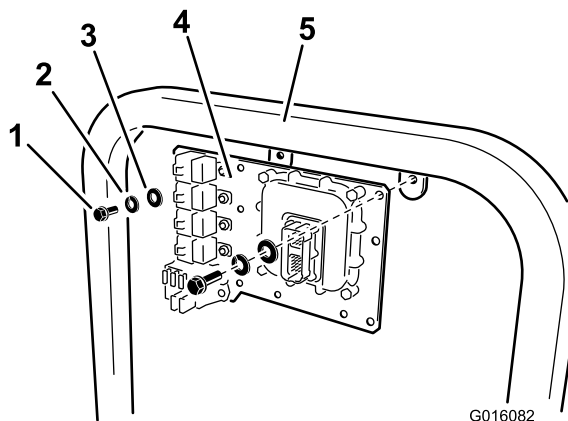

Figura 14
- A. **Para el Multi-Pro 1200 y 1250:** Instale la placa de montaje usando 2 pernos (5/16 x 3/4 pulgada), 2 arandelas de freno, (5/16 pulgada) y 2 arandelas planas, según se muestra en Figura 14.